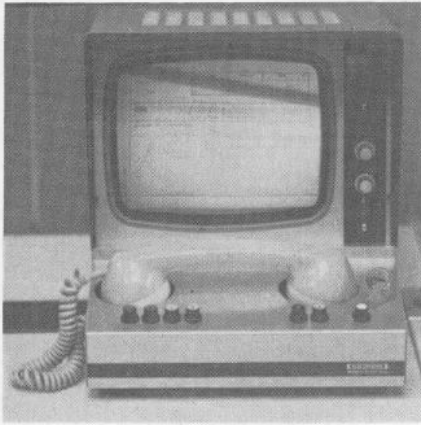

Bild 3 Bildwiedergabegerät mit Bedieneinsatz
- b) dem Bedieneinsatz – ausgerüstet mit: Hörer, Summer, Ruftaste, 2 Signierschlössern (eines für den Vertreter des Disponenten), 1 Signiertaste, 1 Sperrtaste NEIN, 2 Anwahltasten für übergeordnete Empfänger (**Bild 3**). Damit der Disponent einen Vorgang in Zweifelsfällen dem Vorgesetzten übermitteln kann, ist hier in diesem Fall eine Weiterschaltung auf 2 übergeordnete Empfangsstellen möglich. Diese Stellen sind ausgerüstet mit: